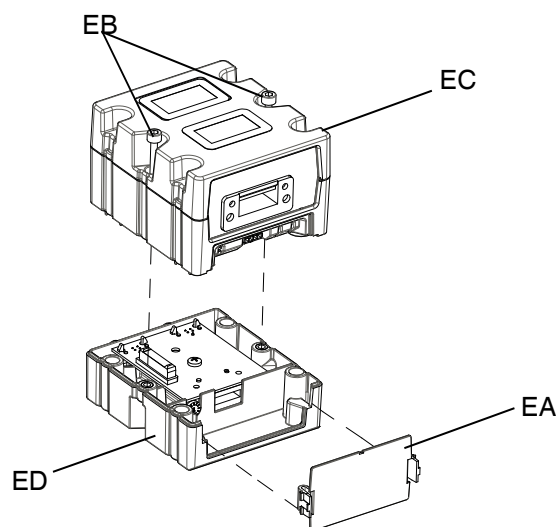

图 60: 拆卸 CGM
4. 从 CGM (EA) 上卸下检修盖。松开两个螺丝 (EB), 并从基座 (ED) 上卸下 CGM (EC), 如图 60。